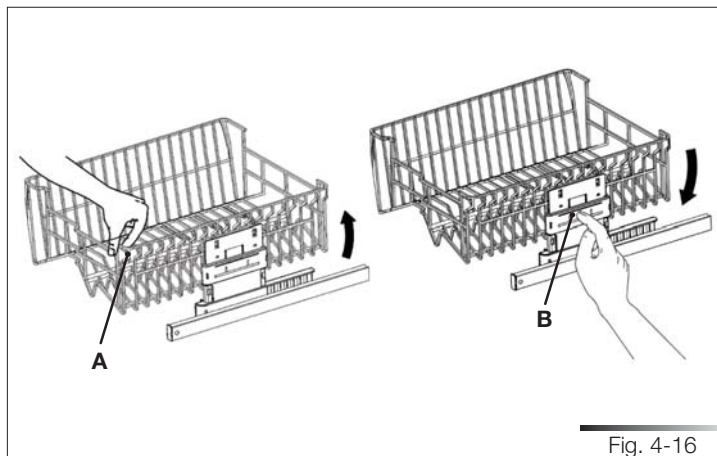

Fig. 4-16
**Version B** (voir fig. 4-16) :
- extraire le panier jusqu'en fin de course, puis tirer vers le haut le côté droit (réf. A fig. 4-16). À ce point, il est possible de placer des assiettes plus grandes dans le panier inférieur.
- Pour revenir à la position initiale, extraire une nouvelle fois le panier supérieur et appuyer sur le levier de déblocage (réf. B fig. 4-16).